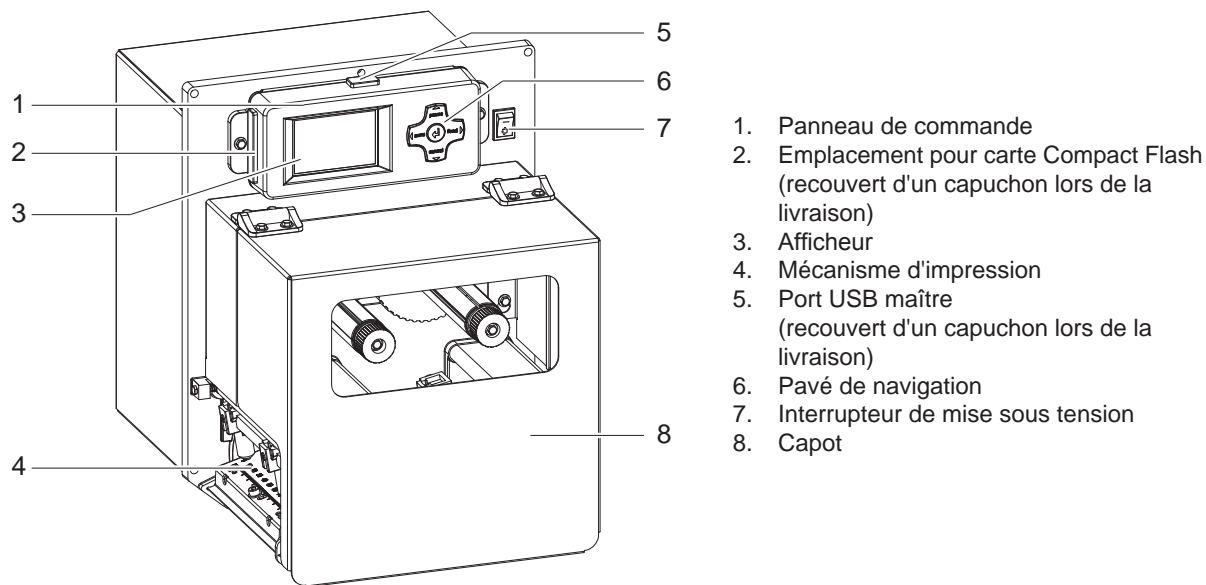

Figure 2 Description du module d'impression
- ▶ Mettre l'imprimante sous tension grâce à l'interrupteur (7 / figure 2).